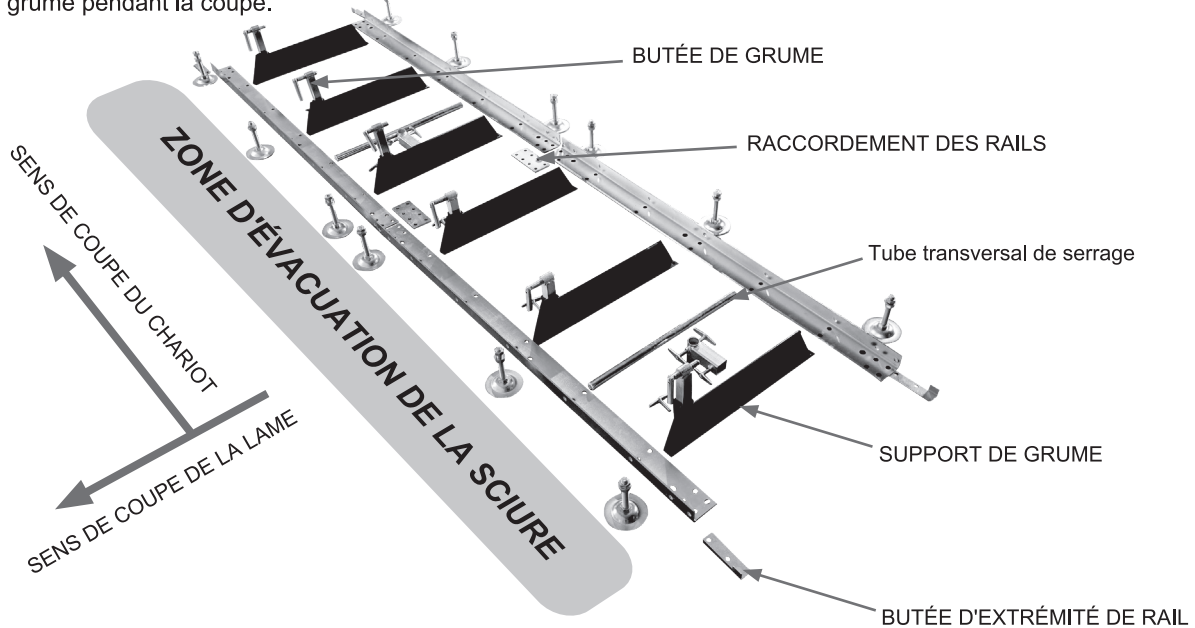

Fig. 4
Étape 4 : Mettre en place le rail, les supports de grume et les pieds de nivellement. Commencez l'assemblage en disposant le rail, les pieds de nivellement et les supports de grume (fig. 4) à l'emplacement où ils seront installés. Placez les supports de grume central de sorte que les tubes de butée de grume soient du même côté où se trouvera la zone de décharge de la sciure. Cela permettra de s'assurer que la direction de coupe de la lame poussera toujours la pièce à travailler contre les butées de grume pendant la coupe.